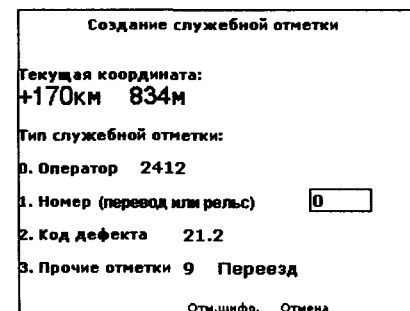

Рисунок 50
Список операторов используется для заполнения информационных окон **Оператор** в страницах меню **Подготовка к контролю** (рисунки 18-20), **Протокол ручного контроля** (рисунки 22, 24), **Протокол уточняющего контроля** (рисунки 38, 39), **Создание служебной отметки** (рисунок 50). Для выбора требуемой информации из списка необходимо:
Указанный список используется, при необходимости, для заполнения оператором информационного окна **Прочие отметки** в странице меню **Создание служебной отметки** (рисунок 50). Порядок ввода необходимой информации в информационное окно такой же, что и описанный выше при заполнении информационного окна **Оператор** в той же информационной странице меню.
11.31.4 При смене оператора в процессе сплошного контроля (без изменения номера файла регистрируемых дефектограмм) необходимо нажать на клавишу **F3**, вывести на экран информационную страницу меню Создание служебной отметки (рисунок 50). Нажать на клавишу **0**, вывести на экран информационную страницу Выбор из списка Операторы. Вращая ручку энкодера на левой стороне, установить световой маркер в окне с фамилией сменившегося оператора (11.25). Переключить дефектоскоп в режим сплошного контроля, нажав на ручку правого энкодера при этом код и фамилия сменившегося оператора автоматически заносится в регистратор. Продолжить контроль.